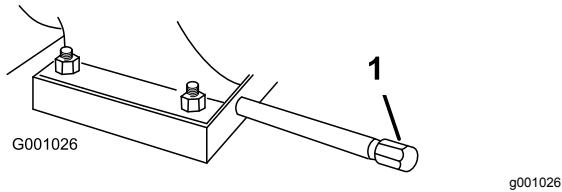

Figura 41
Viscosità dell'olio	Vedere Figura 41 .
1. Pulite l'area attorno al tappo di spurgo dell'olio (Figura 41).